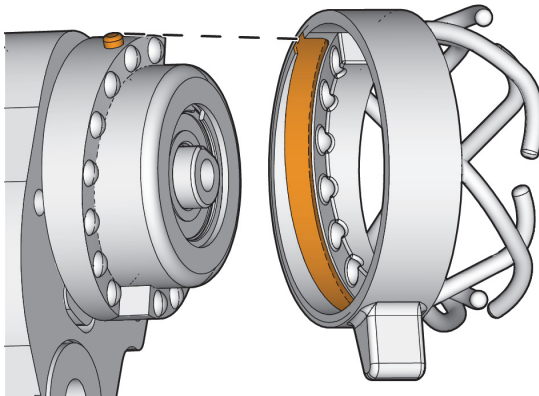

Figura 5-17 Anello di resistenza e anello a gradino
1. Per rimuovere l'anello di resistenza, allineare il pin dell'anello con gradino alla scanalatura interna nell'anello di resistenza e tirare verso l'esterno (vedi Figura 5-17 a pagina 92).
2. Per installare l'anello di resistenza, allineare il pin alla scanalatura dell'anello di resistenza e, in seguito, premere l'anello di resistenza contro l'anello con gradino (vedi Figura 5-17 a pagina 92).